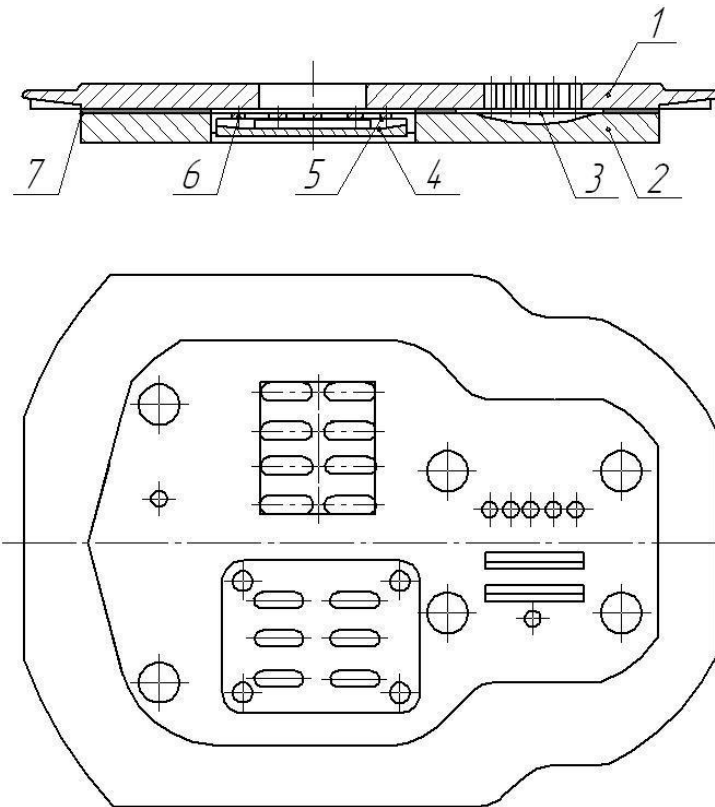

Рисунок 7. Блок клапанный.
**Блок клапанный** (рисунок 7) состоит из двух клапанных досок: верхней (с ребром охлаждения) 1 и нижней 2, соединенных через прокладку. Клапанные доски выполнены из серого чугуна. В клапанном блоке расположены два всасывающих и два нагнетательных клапана и представляют единую клапанную систему.